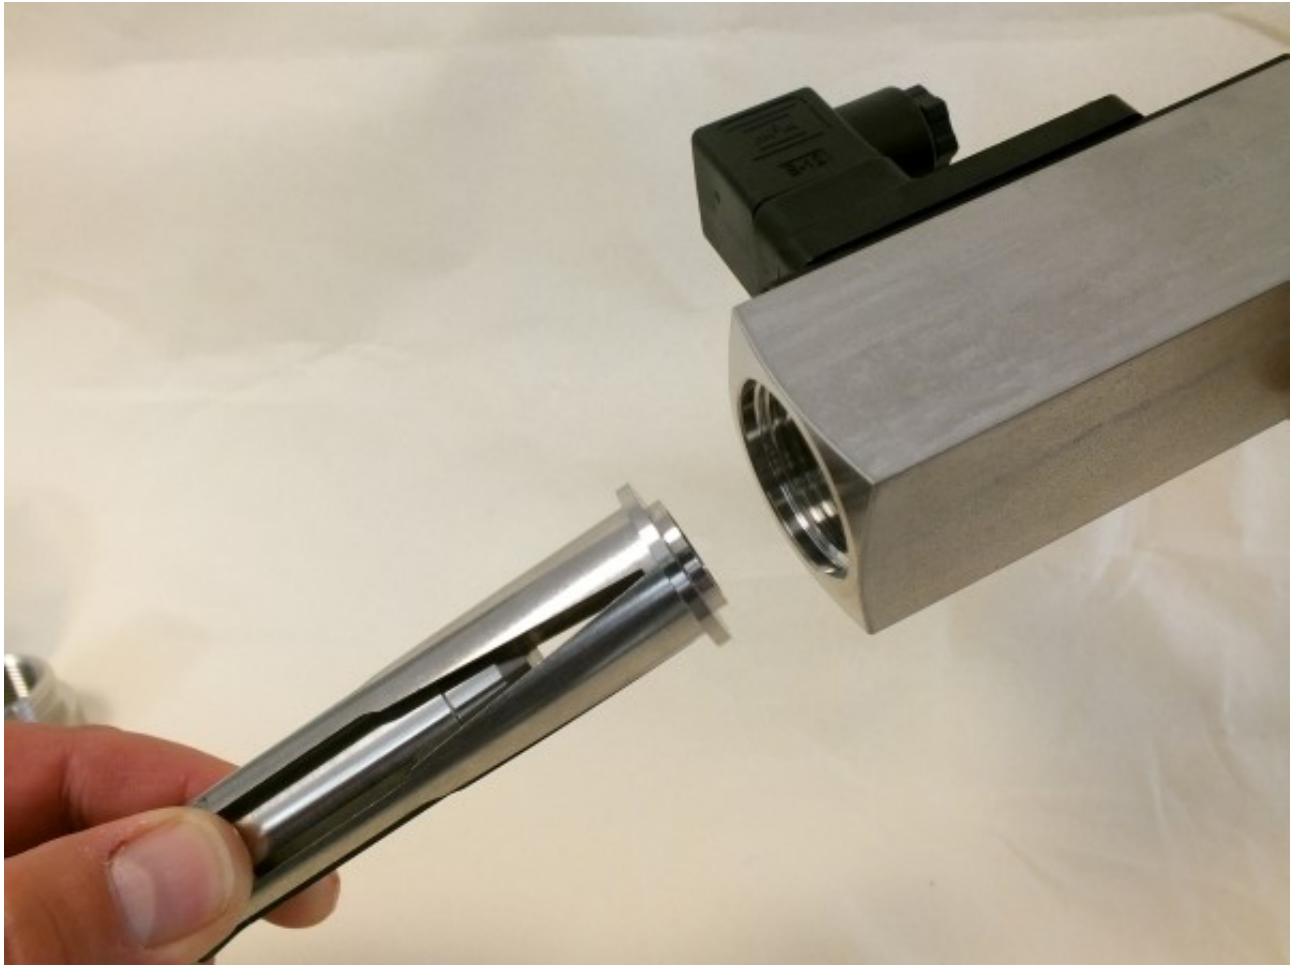

Abb. 44: Innenteile entnehmen
4. ➤ Gerätekörper vorsichtig um 180° drehen und Innenteile des Gerätes (Schlitzdüse, Schwebekörper und eingangsseitige Zentrierscheibe) entnehmen (Abb. 44)